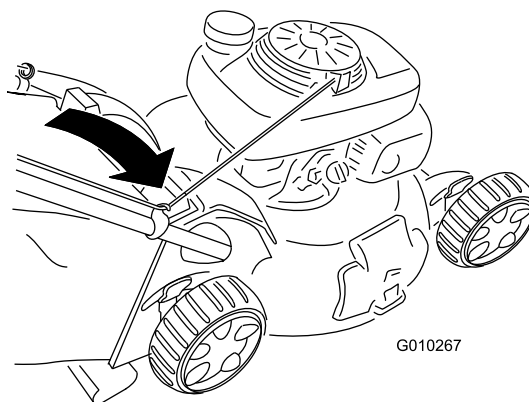

Figure 27
2. Faites passer le câble du lanceur autour du guide inférieur (Figure 27).